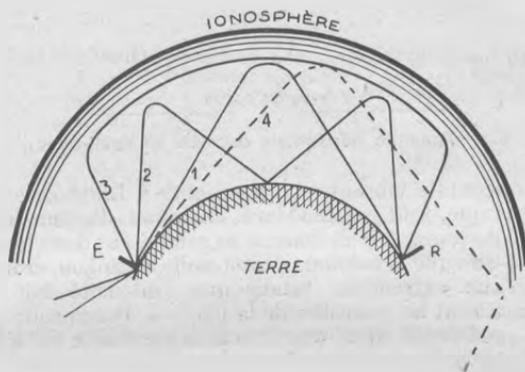

Fig. 4. — Comment l'ionosphère réfléchit ou conduit par réfraction le rayonnement électromagnétique.
Mais une partie du rayonnement est émise vers le ciel, tout comme une bombe envoie ses éclats autour d'elle. Or, il existe dans la haute atmosphère une couche de gaz ionisés par le rayonnement solaire, c'est-à-dire rendus conducteurs de l'électricité (1). Cette couche qui entoure la terre agit comme un miroir à l'égard du rayonnement: il le rabat vers la terre en le réfléchissant, ou bien il le réfracte. C'est ainsi qu'on voit en figure 4 que le rayonnement] très incliné de l'antenne d'émission, subit